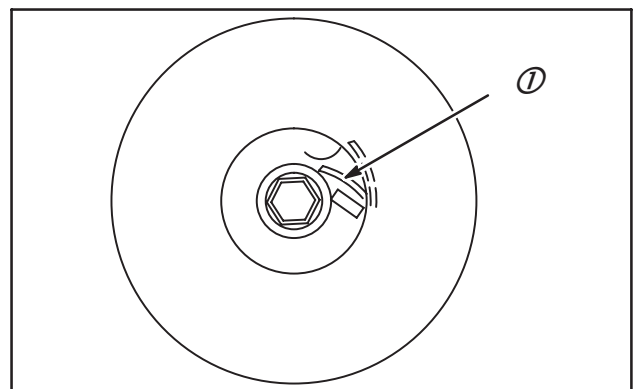

Fig. 24
7. Tordre vers l'extérieur l'accrochage du ressort (1) et tourner le couvercle en sens anti-horaire afin de libérer le ressort de l'encoche du couvercle, Fig. 24.